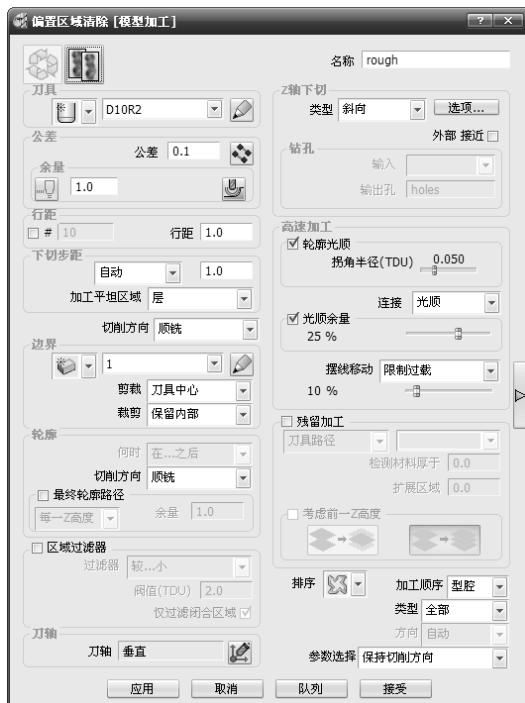

图 5-117 “偏置区域清除[模型加工]”对话框
- 2) 在“偏置区域清除[模型加工]”对话框中设置相关参数，如图 5-117 所示。